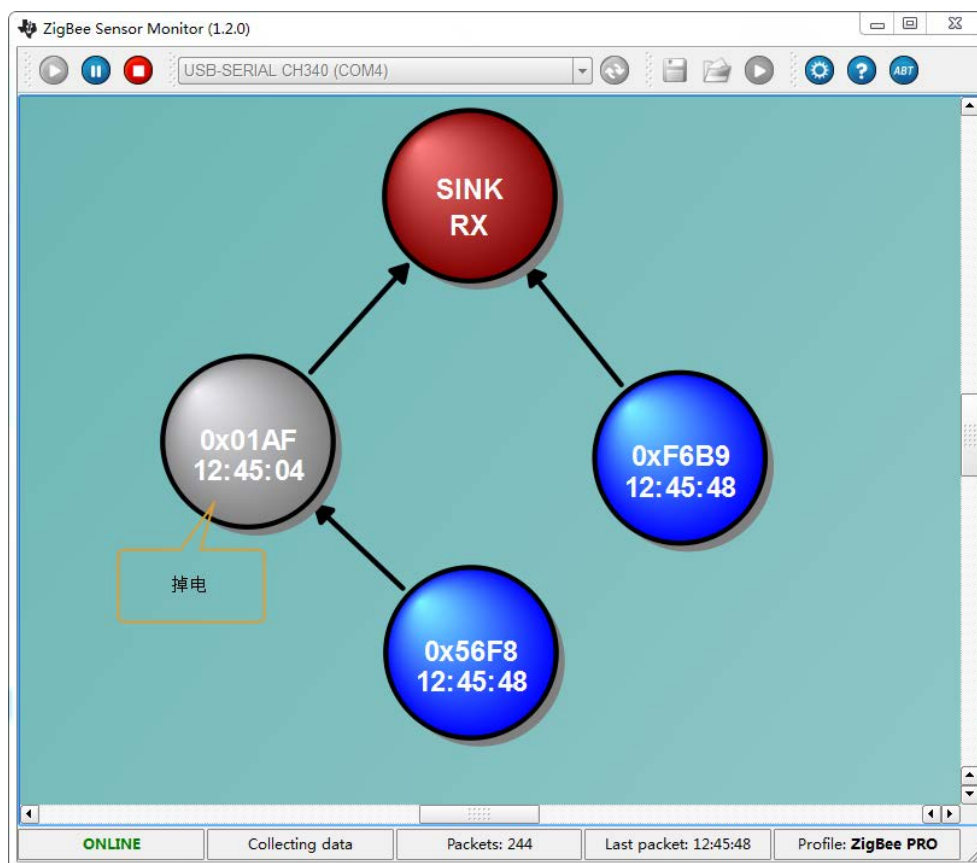

图 12 节点掉电
- 一个协调器 ZG-Mxx 模块可直接绑定 6 个路由器 ZG-Mxx 模块，超出以后，其它的路由器 ZG-Mxx 模块将会通过前面已加入网络的 ZG-Mxx 模块继续加入网络，每个 ZG-Mxx 可接受其它 6 个路由器的 ZG-Mxx 模块加入网络，并为其分配网络地址。后加入网络的 ZG-Mxx 模块并不受前面加入网络的 ZG-Mxx 模块断电影响，即使前面的 ZG-Mxx 模块全部掉电，这个模块仍然会保持网络保持自己的网络地址，为其他节点提供网络加入和数据中转功能，以便将数据可靠的传输到目的节点。如图 12 所示。